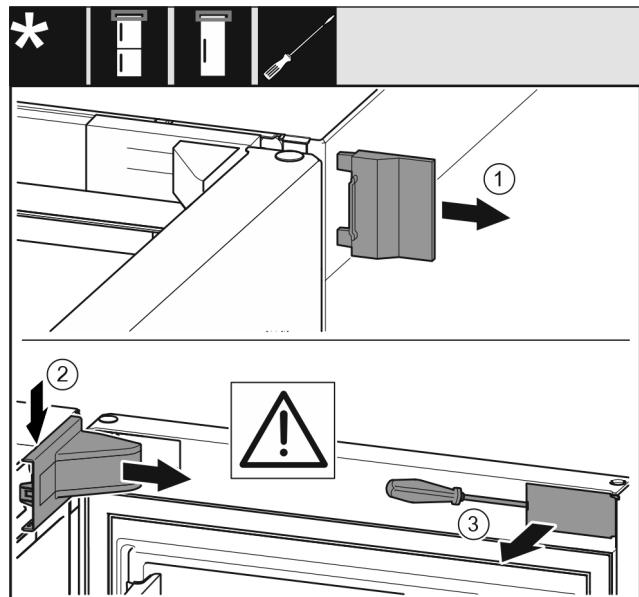

Fig. 6
- ▶ Skinite vanjski pokrov. Fig. 6 (1)
- ▶ Otkopčajte i otpustite pokrov podloška ležaja. Fig. 6 (2)
- ▶ Ravnim odvijačem otkopčajte masku i zakrenite je u stranu. Fig. 6 (3)